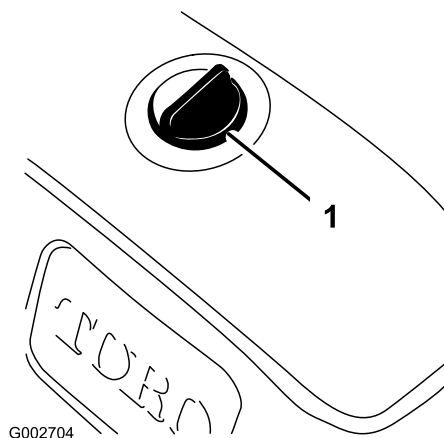

Figure 15
1. Nettoyez la surface autour du bouchon du réservoir d'huile hydraulique pour éviter que des impuretés ne pénètrent dans le réservoir (Figure 15).